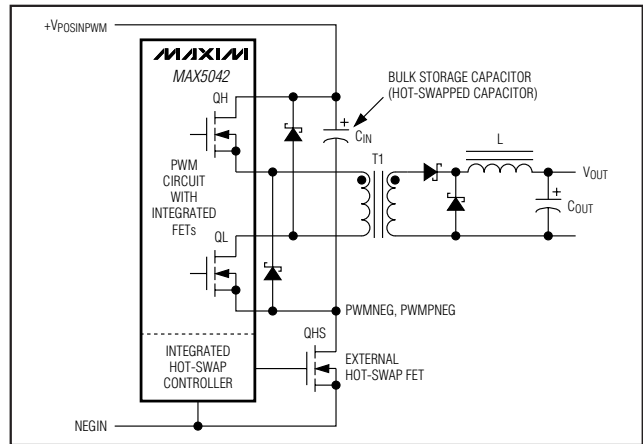
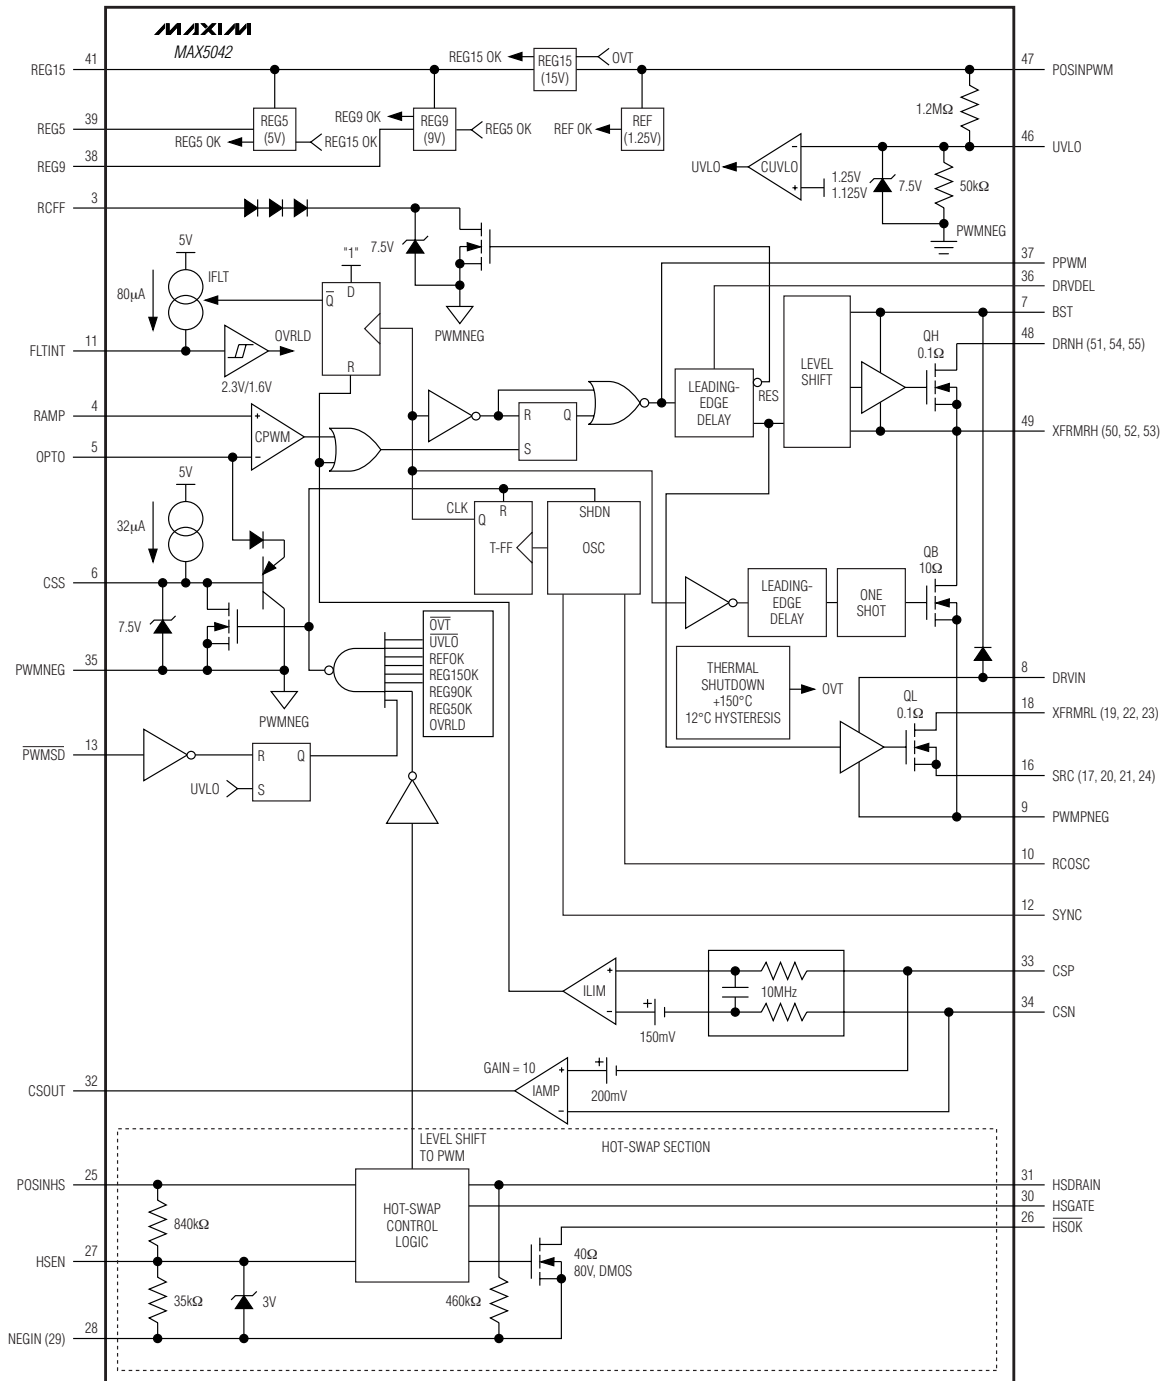

图1. 基于MAX5042的隔离电源框图
图3. MAX5042电源IC原理框图
MAX5042/MAX5043是一个完整的、能够输出50W功率的系统。MAX5042除了PWM和功率MOSFET之外，还包含一个热插拔控制器，热插拔部分需要一个外部MOSFET (QHS)，MAX5042的内部结构如图1所示。 $C_{IN}$ 是PWM电路的输入储能电容，在系统软启动时能够抑制源自背板的浪涌电流。当接有输入电源时， $C_{IN}$ 会完全放电，QHS断开。当所加电压超过热插拔控制器的默认欠压锁定阈值 (30.5V)，且持续时间超过165ms (内部导通延迟) 时，QHS的栅极电压开始逐渐上升，从而得到受控制的导通摆率，QHS的漏极电压以大约10V/ms的速率下降，对于100 $\mu$ F的 $C_{IN}$ 电容从背板吸入电流近似为1A。QHS MOSFET完全导通后，MAX5042的PWM电路才开始启动。QHS完全导通后，电容 $C_{IN}$ 两端的电压高于PWM电路的默认启动电压 (31V)，热插拔电路激活PWM部分开始工作，进入软启动阶段。在启动过程中，软启动功能可限制变压器初级的吸入电流，避免输出电压出现过冲。
MAX5042和MAX5043的内部结构框图分别如图3、4所示。来自热插拔电路、稳压器、热关断的电源就绪信号与UVLO一起产生内部关断信号SHDN。当关断条件满足时，SHDN会禁用比较器和振荡器，反之则会释放比较器和振荡器，使其正常工作。SHDN的下降沿经过一段延迟时间，以便在PWM脉冲到来之前能稳定建立内部信号。在SHDN下降沿到延迟信号的这段时间内，连接在XFRMRH和PWMPNEG间的10Ω内部MOSFET (QB) 导通，为BST电容充电。启动后，该MOSFET会在每半个周期内导通约300ns，对BST电容充电。
ILIM比较器用于逐周期限流, 典型门限为156mV。每当限流比较器 (图3、4, ILIM) 被触发时, 内部故障积分电路开始工作, 使FLTINT每次在一个时钟周期内输出80 $\mu\text{A}$ 电流。用以下公式可近似计算出关断时间所需要的电容值 ( $C_{FLTINT}$ ):
MAX5042 内部集成了热插拔控制器，采用 MAX5042 制作的电源能够安全地插入带电背板，不会造成电源的瞬间失灵。热插拔电路在 POSINHS 和 NEGIN 之间操作。MAX5042 实现热插拔控制时，外部只需一个 N 沟道 MOSFET。图 1 和图 3 是关于热插拔功能的详细说明。